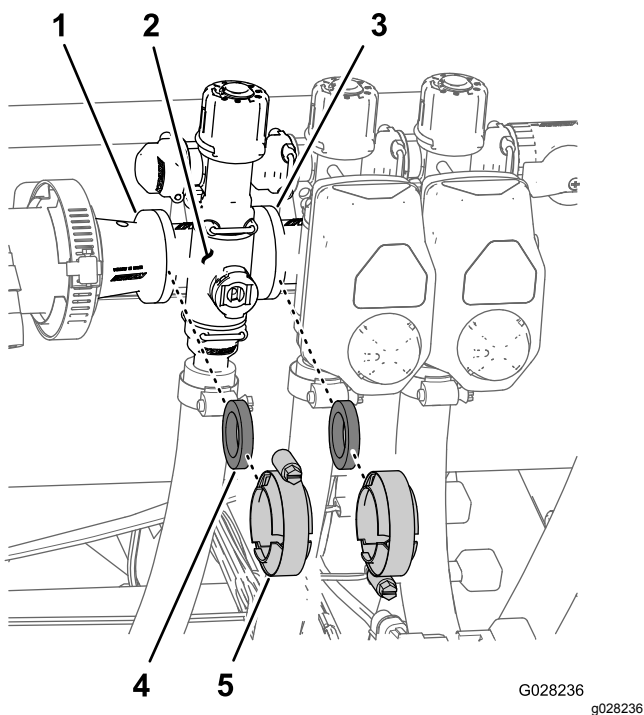

Figura 119
1. Retire las abrazaderas y las juntas que sujetan el distribuidor de la válvula de sección (Figura 119) a la válvula de sección adyacente (si es la válvula de sección de la izquierda, al racor reductor).